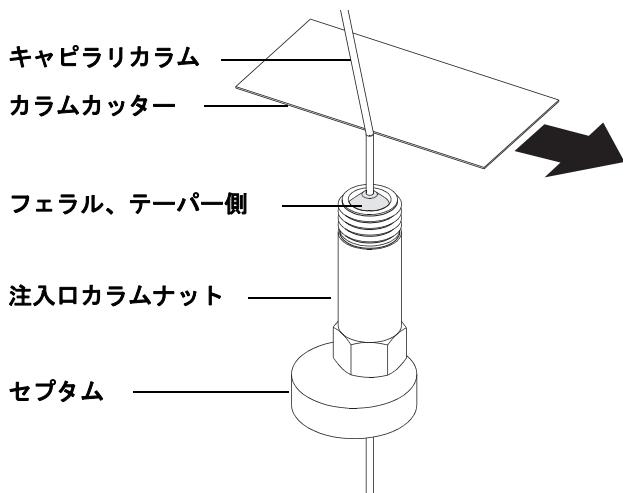

図 3 キャピラリカラムの取り付け準備
- 2 清潔な手袋を着用して、カラムを押してセプタムに通します（少し力が必要です）。次に、カラムナットおよびコンディショニングされたフェラルをカラムの固定されていない方の端に突き通します。（図 3 を参照してください）。フェラルのテーバー側を上に向けて通します。